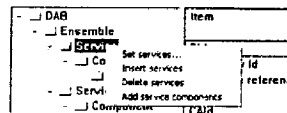

図 7-1 サービスで右クリック
- ① 各項目にカーソルを置き、マウス右ボタンをクリックするか、<Edit>メニューをクリックします。「挿入 (Insert)」、「削除 (Delete)」、「追加 (Add)」などを適宜行ってください。例として「Service」の上でマウス右ボタンをクリックした画面を示します (図 7-1)。ここでは、「サービスの削除 (Delete services)」、「サービスの挿入 (Insert services)」、「サービスコンポーネントの追加 (Add service components)」が行えます。